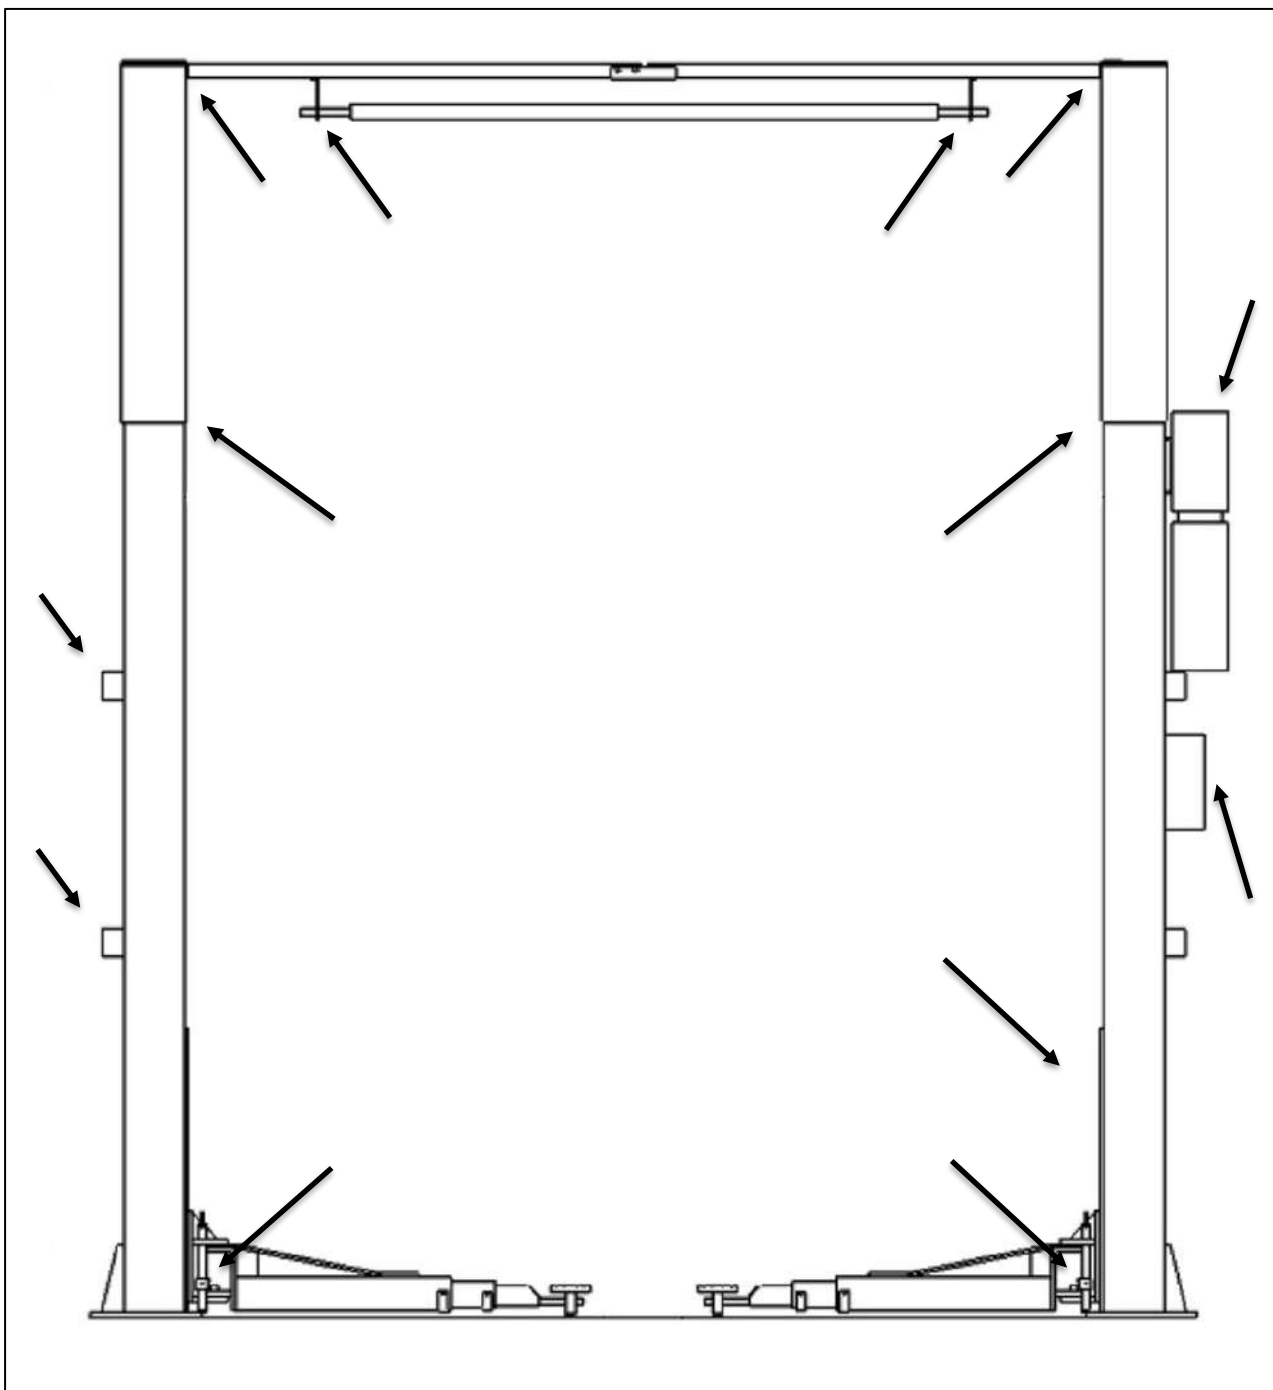

Fig. 36 - Kontrollera vid årligt underhåll av maskinen
6.4 Årlig kontroll (visuell översikt fig. 36)